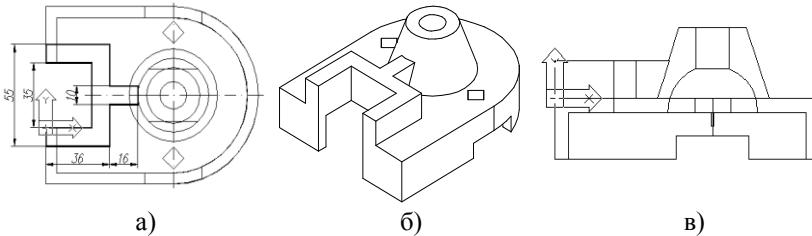

Рис.7.9. Построение выступа детали
- используя опцию ПСК *Начало* и объектную привязку *Конечная точка*, перенесем ПСК в наружный угол выреза в верхней плоскости основания детали (рис. 7.9а).
➤ Установим вид сверху: *падающее меню* → *Вид* → *3D Вид* → *Вид в плане* → *Текущей ПСК* и на нем отрисуем полилинией плоскую фигуру (на рис.7.9а выделена толстой линией). Вид сверху можно не устанавливать, а построения производить на изометрической проекции.
➤ преобразуем фигуру в область командой **ОБЛАСТЬ**. Теперь выдавим созданную область на 15 мм, и объединим созданные тела командой **ОБЪЕДИНИ (UNION)**. Результат представлен на рис. 7.9б с использованием команды **СКРОЙ (HIDE)**.
➤ На рис.7.9в текущая ПСК повернута на угол  $90^0$  вокруг оси X и установлен Вид в плане (падающее меню → Вид → 3Dвид → Вид в плане → Текущей ПСК) для проверки правильности выполненных построений и наличия пересечения тел.